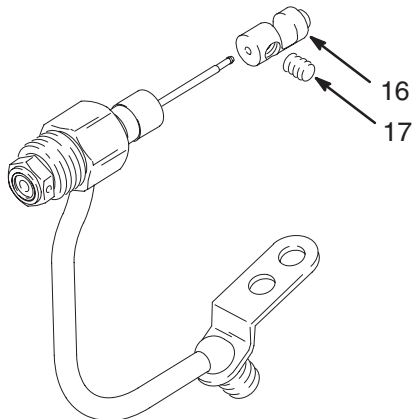

Abb. 11
- Die Einstellschraube (17) lockern und dabei die Federführung (16) festhalten, um ein Verbiegen der Nadel zu vermeiden. Die Federführung (16) ausbauen. Siehe Abb. 11.